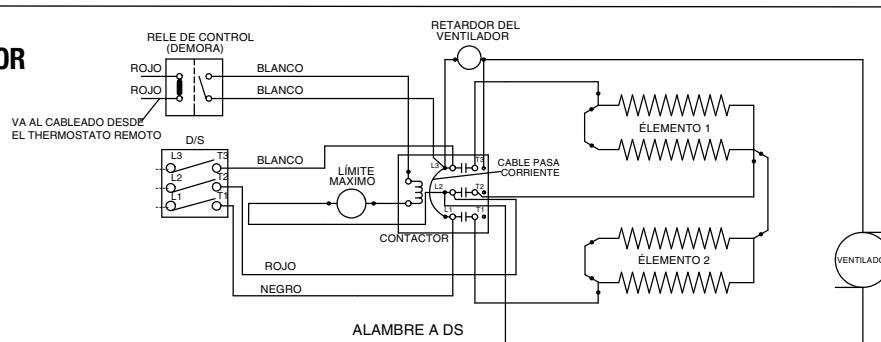

Figura 5
- Para cablear el relé, refiérase al esquema eléctrico, Figura 5, y proceda así: